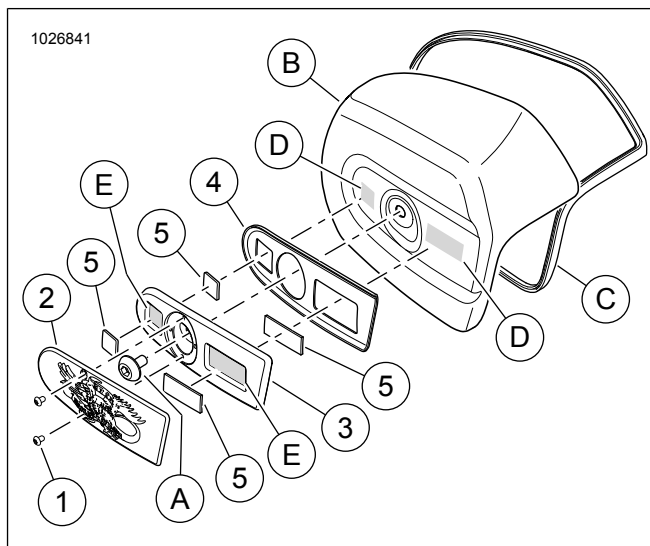
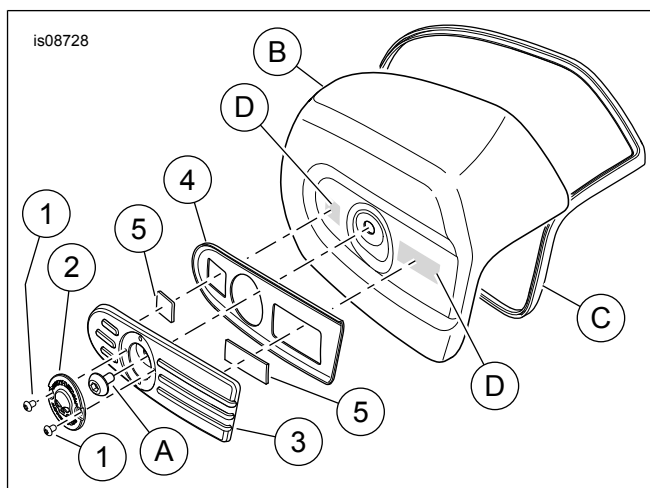
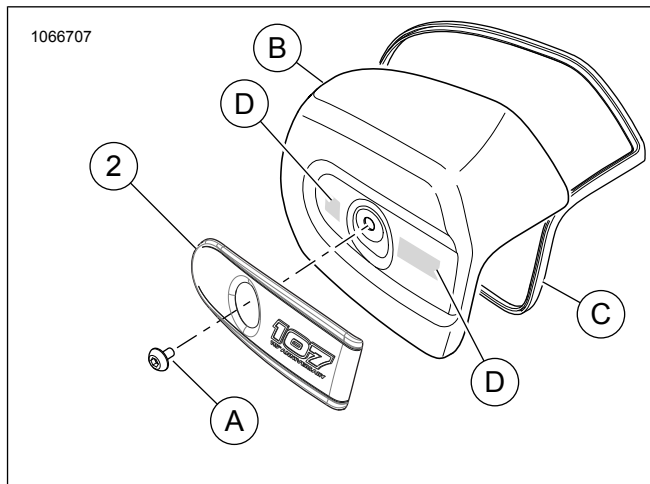

Figure 1. Pièces de rechange, kit de garniture du filtre à air Live to Ride
Figure 2. Pièces de rechange, kits de garniture du filtre à air avec joints d'étanchéité
Figure 3. Pièces de rechange, kits de garniture du filtre à air sans joints d'étanchéité
Consulter Figure 1, Figure 2 et Figure 3 et Tableau 1.
1. Consultez Figure 1. Retirez l'insert d'origine du cache-filtre à air (B).
- a. Poussez la lame fine d'un couteau à mastic entre la garniture (3) et le cache-filtre à air tout en tirant sur la garniture hors du cache.
Consultez Figure 3. La vis d'origine (A) de l'insert sans joint d'étanchéité n'a pas besoin d'être retirée.
1. Consultez Figure 1. Nettoyez soigneusement la zone (D) avec un mélange à parts égales d'alcool à friction et d'eau. Laissez sécher complètement.
2. Alignez le joint (4) sur l'arrière de la plaque de garniture (3).
3. Laissez les moitiés d'accouplement de la fixation Dual Lock (5) assemblés sur la plaque de garniture. Retirez le ruban adhésif de protection sur la face exposée de chaque fixation.
1. Consultez Figure 2. Nettoyez soigneusement la zone (D) avec un mélange à parts égales d'alcool à friction et d'eau. Laissez sécher complètement.
2. Le cas échéant, laissez les moitiés de la fixation Dual Lock (5) assemblés sur la plaque de garniture. Retirez le ruban adhésif de protection sur la face exposée de chaque fixation.
1. Consultez Figure 3 . Nettoyez soigneusement la zone (D) avec un mélange à parts égales d'alcool à friction et d'eau. Laissez sécher complètement.
2. Retirez les coussinets adhésifs du ruban protecteur à l'intérieur de l'insert décoratif (2).
3. Alignez visuellement l'insert décoratif sur le cache (B). Appuyez fermement dans la zone de fixation (D) pour le fixer. Appuyez pendant 30 secondes.